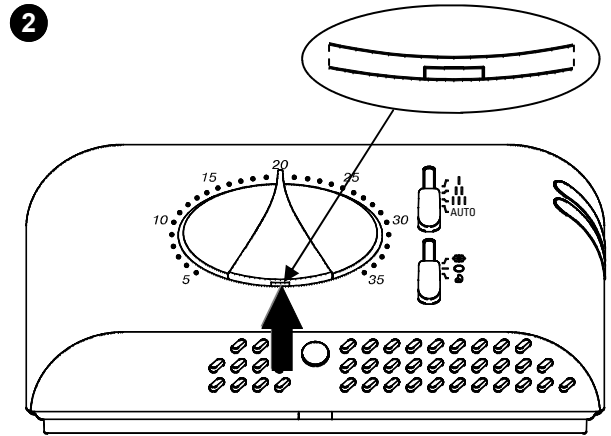

Fig. 3 - Abb. 3
- 2 Spostare entrambi gli slider completamente in basso e posizionare la manopola su 20°C; quindi sollevare la manopola facendo leva con un cacciavite nell'apposito invito, indicato dalla freccia in Fig. 3, facendo attenzione a non rigare la calotta.